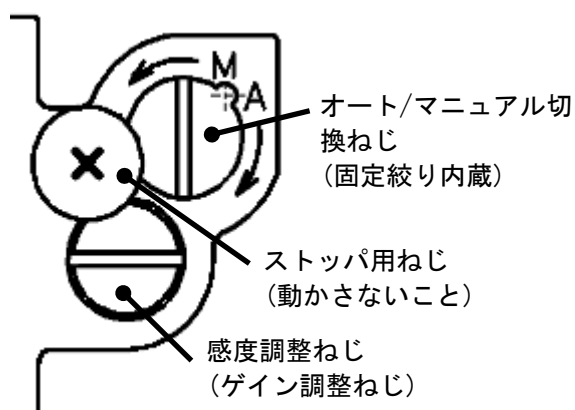

図17 パイロットバルブ
(1) マニュアル側(M側)に1/8程度回転させることで供給圧力とOUT1出力が導通します(図17参照)。供給圧力設定用減圧弁の操作により、ダイヤフラム弁、単動型アクチュエータの手動ストローク調整が可能です。なお、1/8回転程度で手動切換が可能ですので、回転量は1/8～1/4回転の範囲でご使用ください。
(2) 通常、入力電流で操作する場合は、必ずオート側(A)側に締め付けてください(図17参照)。